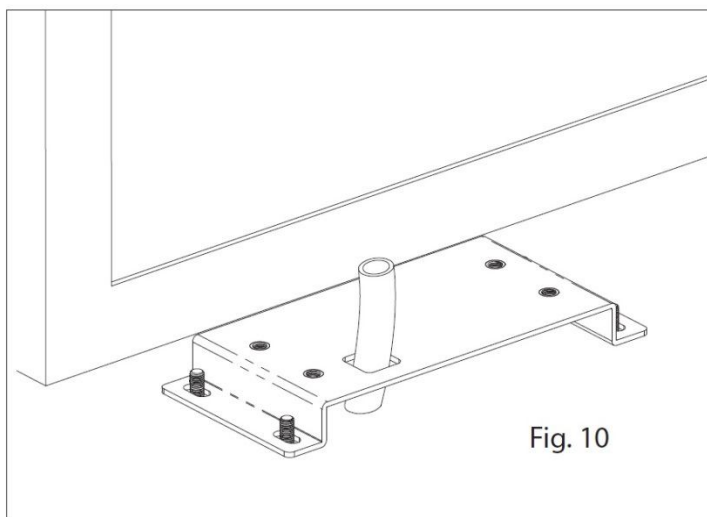
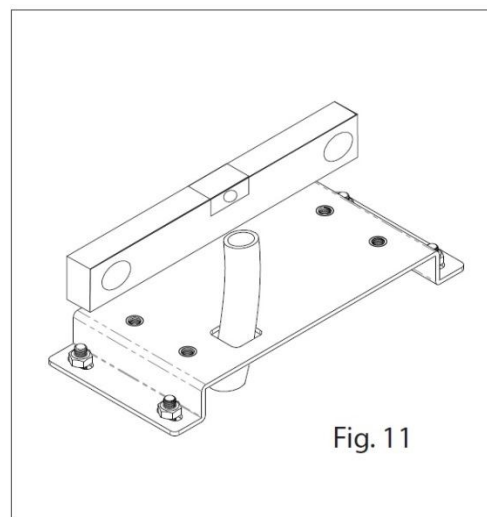

Fig. 10
Fig. 11
b) Visser la plaque de fixation au sol, en utilisant les vis préalablement plombés au sol, laisser un ou plusieurs tubes pour passer les câbles électriques à travers la plaque (Fig. 10 et Fig 11). En utilisant un niveau, vérifiez si la plaque est parfaitement horizontale.